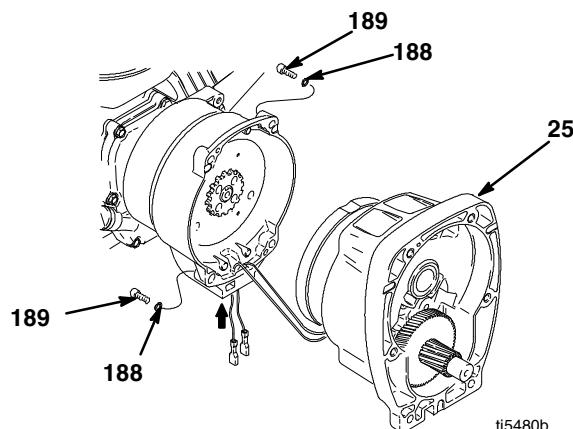
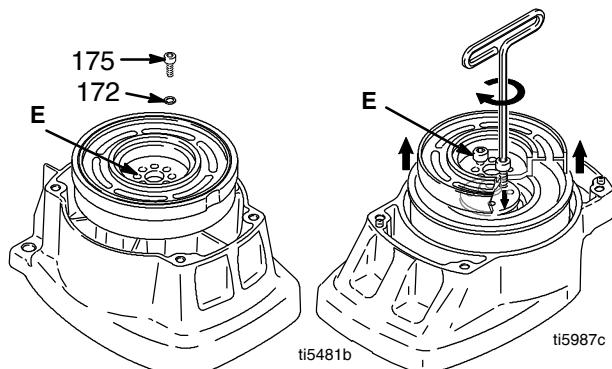
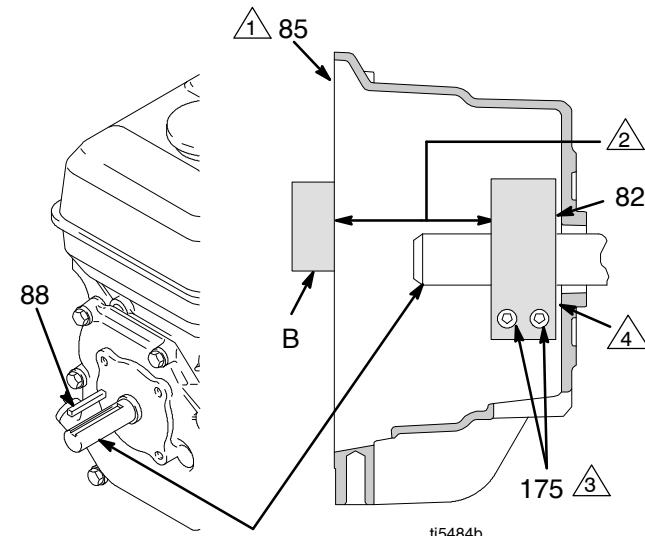

Рис. 4
Рис. 5
Рис. 9
- См. Рис. 4. Выкрутите четыре винта (189) с пружинными шайбами (188) и снимите узел шестерни (25).
- См. Рис. 5. Поместите узел шестерни (25) на верстак, сторона ротора должна быть направлена вверх.
- Выкрутите четыре винта (170) с пружинными шайбами (172). Установите два винта в отверстия с резьбой (E) в роторе. Поочередно затягивайте винты, чтобы извлечь ротор.
- См. Рис. 9. Ослабьте затяжку двух винтов (175) на зажиме (82).
- Вставьте отвертку в паз зажима (82) и снимите зажим.
- См. Рис. 9. Установите шпонку вала двигателя (88).
- Легкими ударами пластмассового молотка насадите зажим (82) на вал двигателя (A). Выдерживайте размер, указанный в примечании 2. Фаска должна быть обращена к двигателю.
- См. Рис. 5. Расположите узел шестерни на верстаке так, чтобы сторона ротора была направлена вверх.
- Смажьте винты составом Loctite. Установите четыре винта (170) с пружинными шайбами (172). Поочередно затягивайте винты усилием в 125 дюймов-фунт, чтобы надежно закрепить ротор. Для удерживания ротора используйте резьбовые отверстия.
- См. Рис. 4. Закрепите узел шестерни (25) с помощью пяти винтов (189) с пружинными шайбами (188).